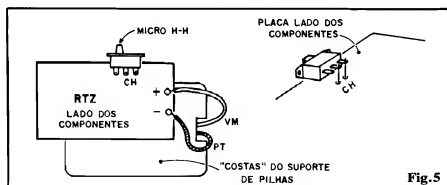

Fig. 5
- FIG. 5 - CONEXÕES EXTERNAS - Já que o microfone e LEDs são ligados diretamente à placa (ver figura anterior), restam muito poucas conexões a serem feitas... Uma delas compreende a ligação da micro-chave H-H, que deve ser precedida de cuidados semelhantes aos recomendados para o microfone de eletreto, ou seja: a anexação de pequenos prolongamentos de fio n.º e rígido aos terminais originais, dispostos em ângulo reto com os dito cujos, de modo que a tal chavinha possa situar-se lateralmente à placa, bem junto aos seus pontos de ligação (codificados como "CH"). Dependendo das reais dimensões do interruptor, e também do comprimento dos seus próprio terminais, três posições básicas podem ser estudadas: ou ela fica sob a placa, ou sobre a placa, ou ainda em situação nitidamente lateral, com seus terminais "entrando"